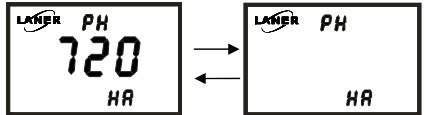

图 7-14
1、正常测量状态下按 **REL** 键，进入自动清洗间隔时间设置状态，此时清洗间隔时间跳闪，其单位为分，显示状态如图 7-14 所示：